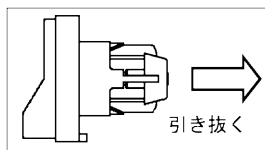

図7
- ①逆止弁押さえを流水方向に向かって左に回して取り外します。
- ②メータ受け及び逆止弁を取り外します。
- ③メータ受けに付いている場合、逆止弁を引き抜きます。(図7参照)